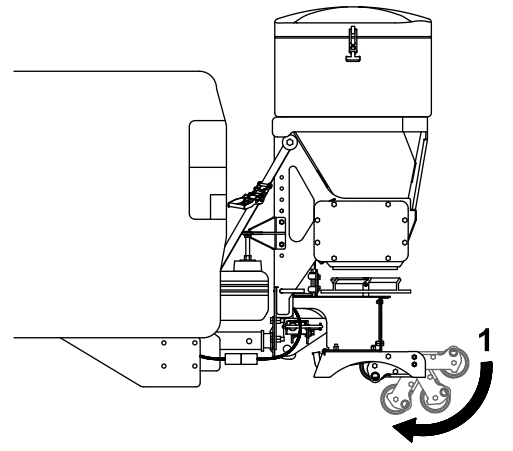

Figura 13
11. Pise sobre las ruedas del conjunto de la pata para que giren y queden guardadas debajo del conjunto de la pata (Figura 13).